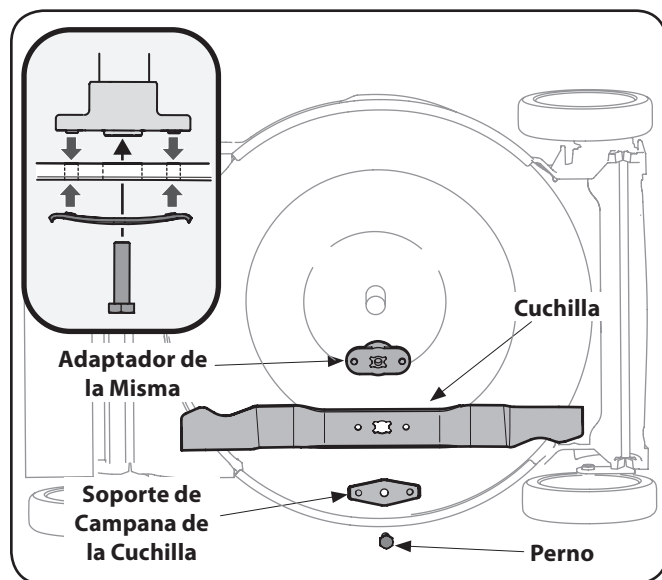

Figure 7-1
2. Saque el perno y el soporte de campana de la cuchilla que sostienen la cuchilla y el adaptador de la misma al cigüeñal del motor, Figure 7-1.